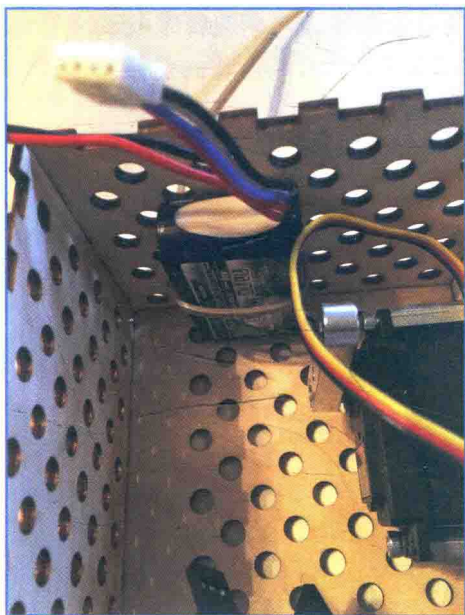

图 7.14 下一步用束线带固定电池
9. 使用束线带将锂电池固定在内舱上，如图 7.14 所示。